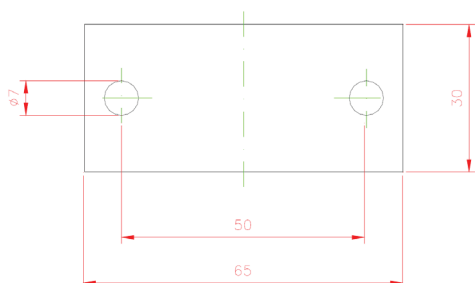

Рис. 2 - Сверлильная схема для скобы для крепления трубы
- Завинтить двойной ниппель (**Рис. 2/1**), используя в качестве уплотняющего элемента круглое кольцо 12x2.
- Развернуть поставленную медную трубу (**Рис. 2/2**) и согнуть её в соответствии с условиями на месте, при этом для «горизонтальных» участков необходимо предусмотреть уклон в мин. 15°.
- Соединить трубопровод (**Рис. 2/2**) и двойной ниппель (**Рис. 2/1**):